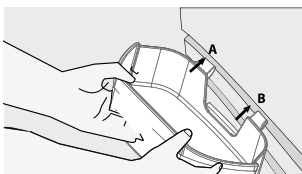

Figura 53
- Introduzca la guía de Anclaje "A" y "B" en el canal superior de la contrapuerta (Figura 53)